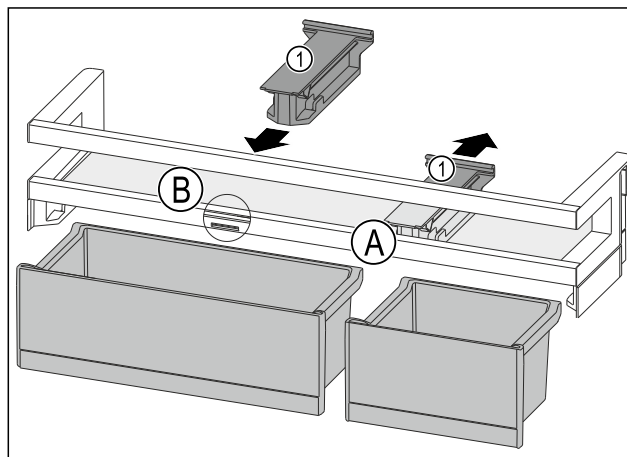

Fig. 85
- ▶ Pridržni dio Fig. 85 (1) u položaju Fig. 85 (A) skinite prema natrag.
- ▶ Pridržni dio Fig. 85 (1) umetnite u položaj Fig. 85 (B).